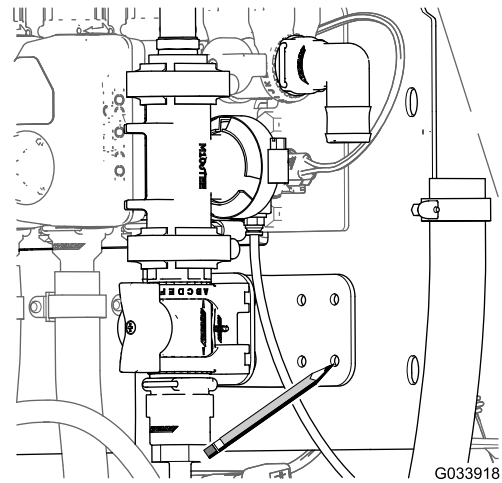

Figura 16
3. Folosind consola supapei de control drept ablon, marcai locaia găurilor din consolă pe suprafaa suportului colectorului (Figura 16).